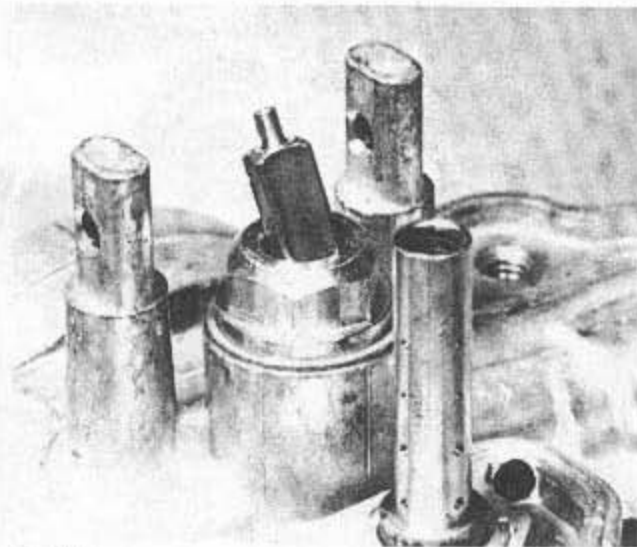
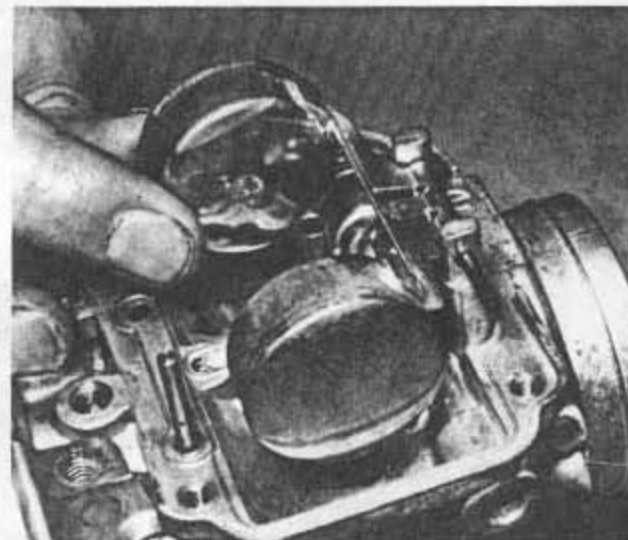

Bild 181
Bild 180
- Der Scharnierstift, auf welchem der Zwillingschwimmer sitzt, wird herausgestossen und die Schwimmereinheit abgehoben (Bild 180). Damit wird das Schwimmernadelventil zugänglich. Dieses Ventil ist sehr klein und ist an einem sicheren Ort zu verwahren, damit es nicht verlorengehen kann (Bild 181).